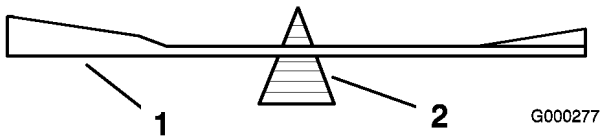
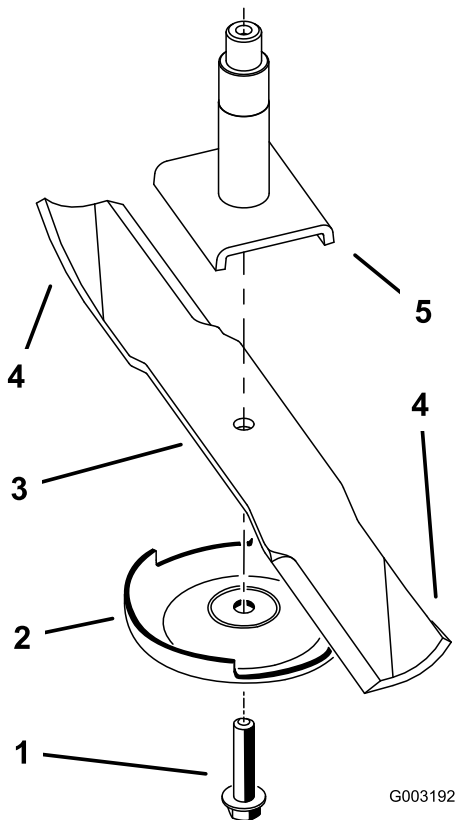

Figure 78
Figure 79
2. Retirez le boulon, la rondelle élastique et la lame de l'axe (Figure 79).
2. Vérifiez l'équilibre de la lame en la plaçant sur un équilibreur (Figure 78). Si la lame reste horizontale, elle est équilibrée et peut être utilisée. Si la lame est déséquilibrée, limez un peu l'extrémité de la partie incurvée seulement (Figure 79). Répétez la procédure jusqu'à ce que la lame soit équilibrée.
1. Placez la lame sur l'axe (Figure 79).
2. Installez la rondelle élastique et le boulon de la lame. Le cône de la rondelle élastique doit être dirigé vers la tête du boulon (Figure 79). Serrez le boulon à 115-150 Nm.